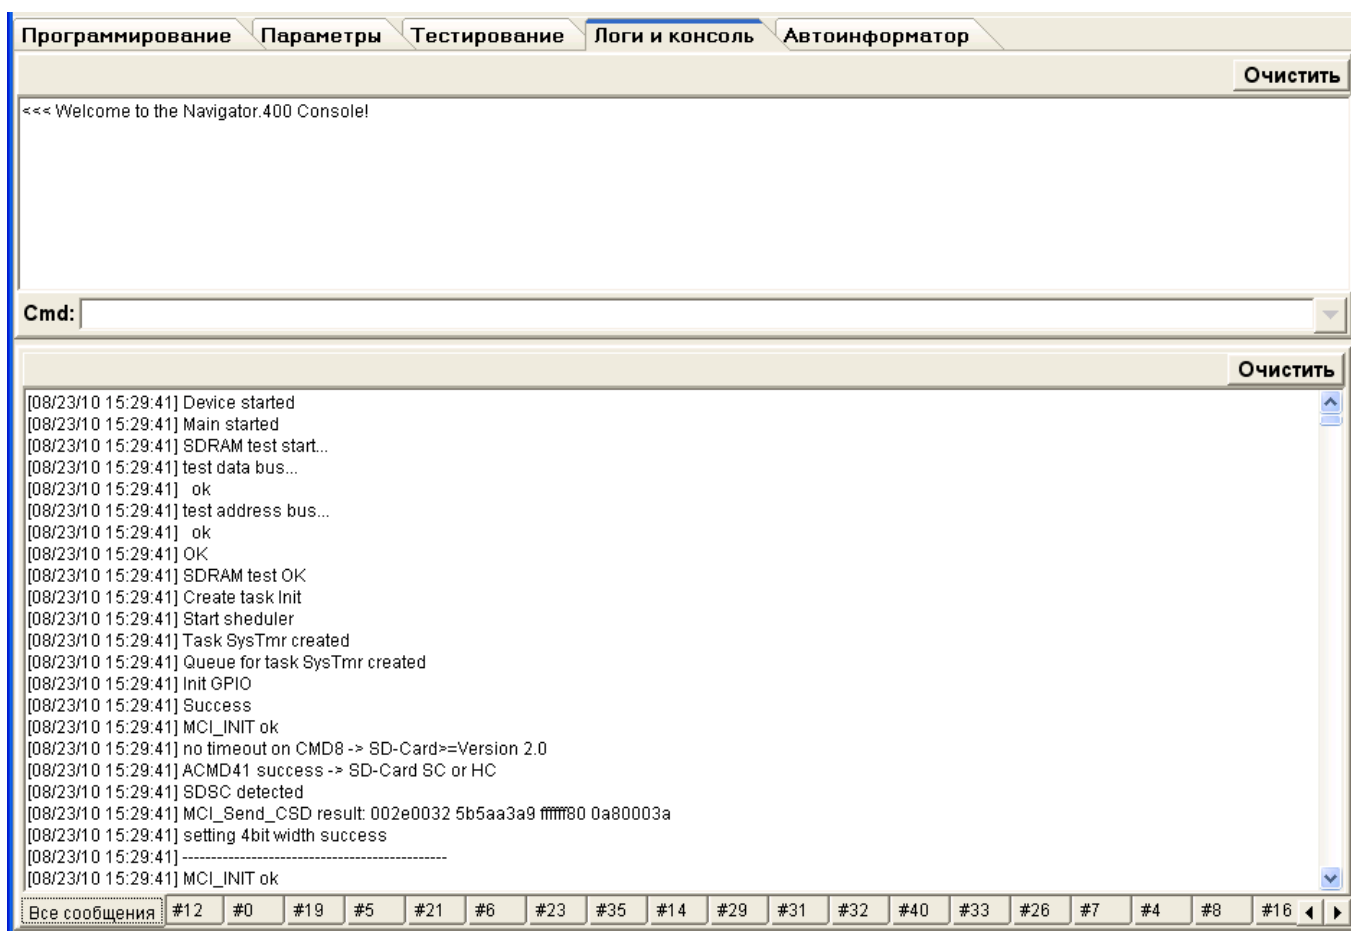

Рисунок 12 – Закладка «Логи и консоль»
4.4.4.1. Закладка «Логи и консоль» («Console and Logs»), рисунок 12, используется для определения неисправностей в работе изделия.